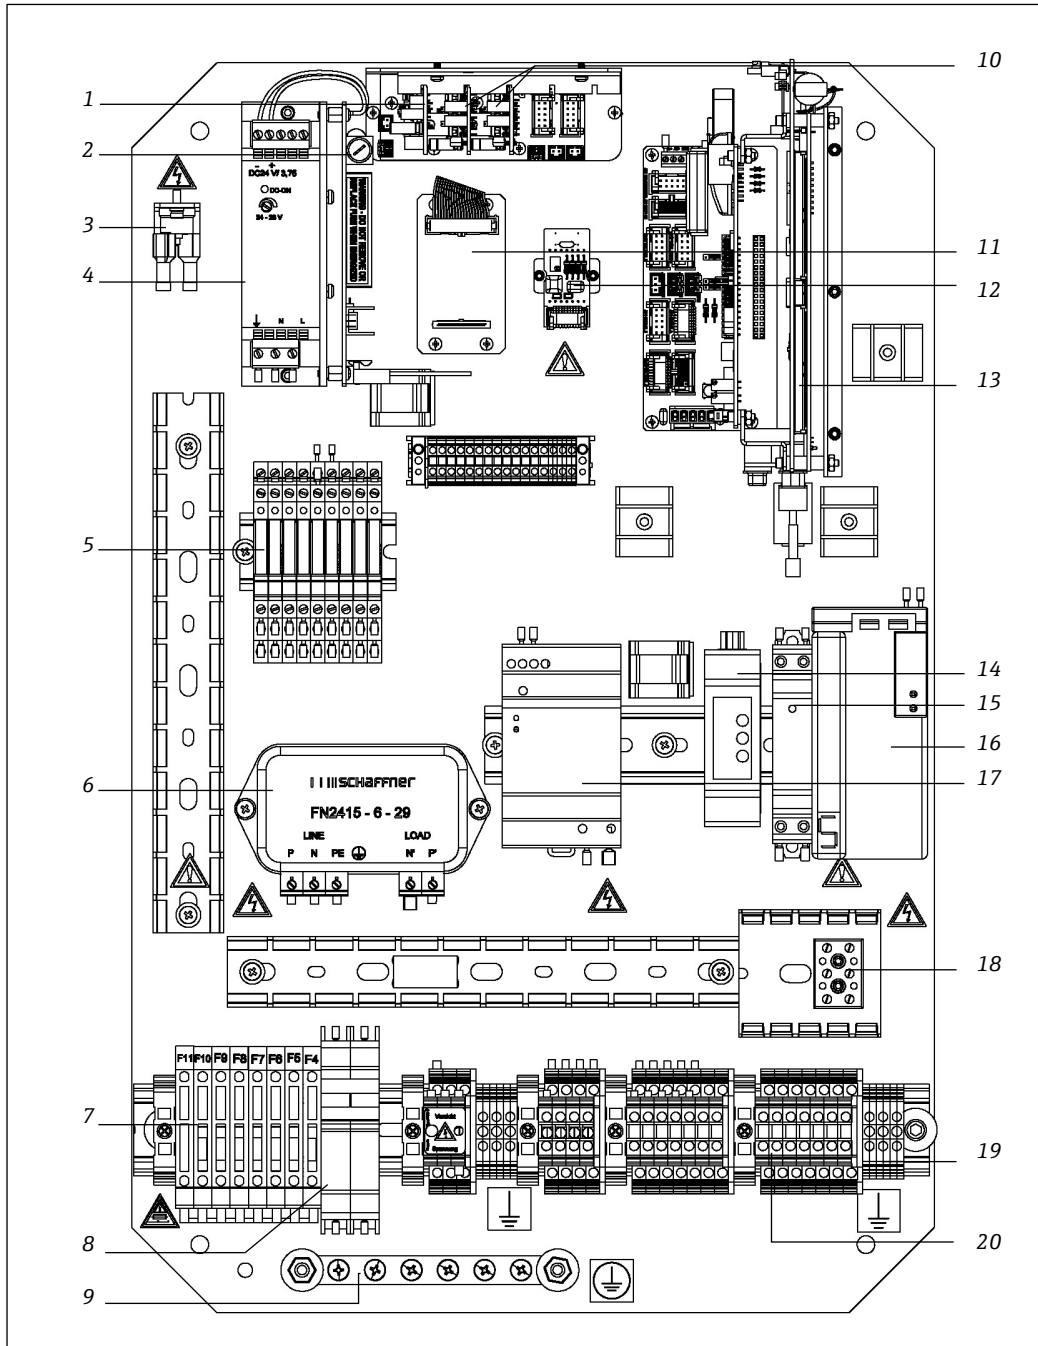

Figura 6. Componentes no invólucro dos componentes eletrônicos do SS2100i-2
- ▶ Consulte *Figura 6. Componentes no invólucro dos componentes eletrônicos do SS2100i-2* →  para a localização dos fusíveis. Se for preciso substituir um fusível, use somente o mesmo tipo e classe de fusível conforme o original. Os tipos e classificações estão listados nas tabelas a seguir.